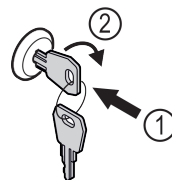

Fig. 240
- ▶ Vajutage võti sisse. Fig. 240 (1)
- ▶ Keerake võtit 90° päripäeva. Fig. 240 (2)